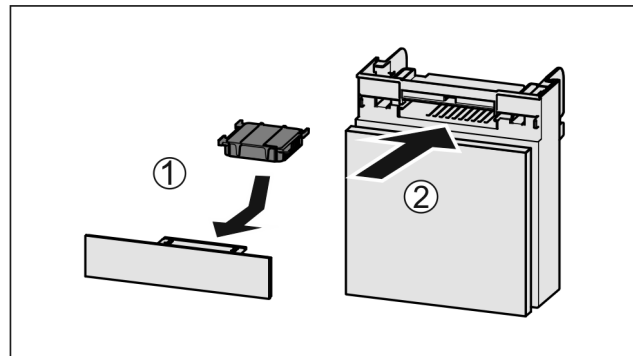

Fig. 158
- ▶ Inserire il vano Fig. 158 (2).